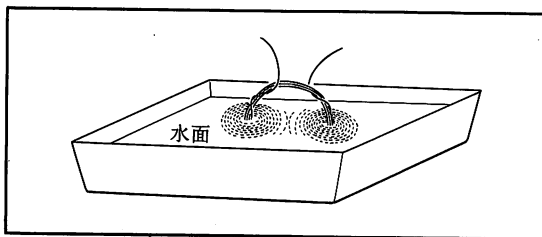

図9. 円形コイルによる磁力線模様
- (b) 円形コイルの場合、細いエナメル線でも作れ、直径3 cm 20巻のコイルを、上と同じ電池につないで、磁力線が一周している周辺部の様子もよくわかる。(図9)